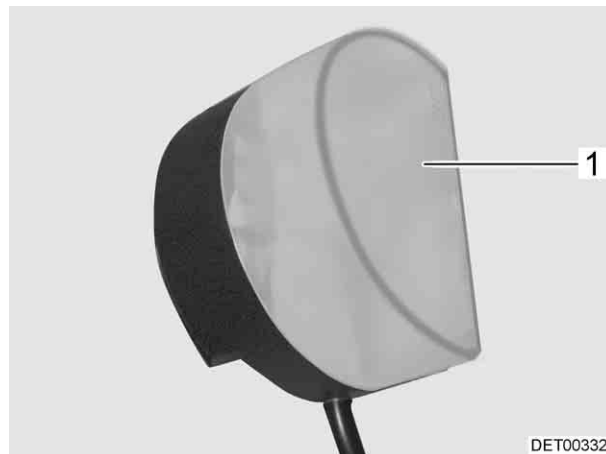

Fig. 191 Eclairage de la penderie
- Enfoncer légèrement le couvercle de la lampe (Fig. 191,1) et le retirer.